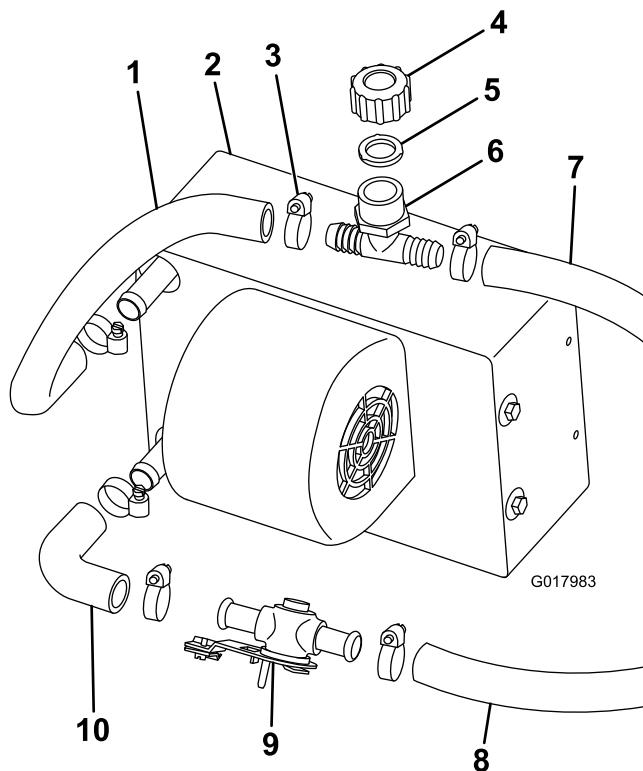

図 13
1. ヒーター・アセンブリの下側フィッティングにエルボホースを取り付ける図 13。
2. ホースクランプを使って、ヒーターバルブをエルボホースに取り付ける図 13。
3. ホース 5/8インチ径を、36 cm の長さに切断し、それをヒーター・アセンブリの上部フィッティングにホースクランプで固定する図 13。
4. ホースクランプを使って、補給口、ガスケット、キャップを、上部ヒーター ホースに取り付ける図 13。